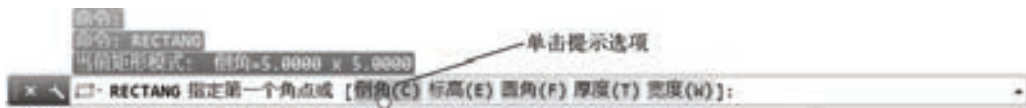

图 1-30 单击提示选项以选择它
- 要指定提示选项，可以在提示列表（命令行）中输入所需提示选项对应的亮显字母（输入大写或小写字母均可），然后按〈Enter〉键。也可以使用鼠标单击所需提示选项以选择它，示例如图 1-30 所示，在命令行提示中单击提示选项“倒角（C）”，则表示选中“倒角（C）”选项，等同于在此命令行提示下输入“C”并按〈Enter〉键。